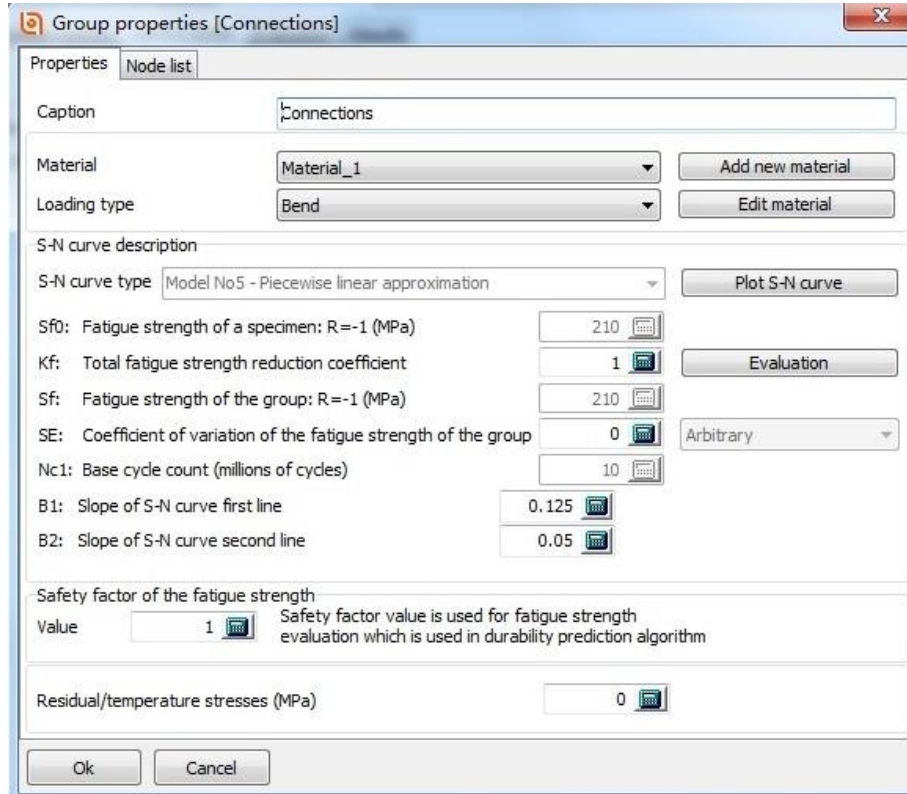

图 2.46
14. 选择与**Top Plate**相同的材料类型，并设置参数如图 2.46所示。